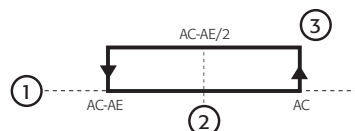

Рис. 4.1
- сигнализация о превышении допустимой разницы значений параметров Ac и Ae (по следующей формуле: $Ac - Ae/2$, см. Рис. 4.1);
- сигнализация о превышении температуры, заданной параметром Ac (см. Рис. 4.1);